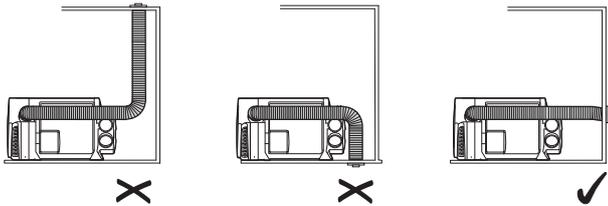

Figura 2
- Il camino può essere solo di tipo a parete. Sono vietati scarichi a tetto e a pavimento (Figura 2).